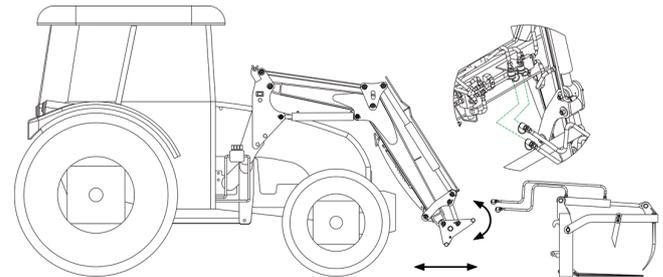

Abb. 17. Montage des Werkzeugs, das keinen Anschluss an die Hydraulikanlage des Laders verlangt.
- an das Werkzeug (1) herantfahren, das auf dem flachen, nivellierten und gehärteten Boden gestellt ist.
- den Lader so absenken, dass der Kopplungsrahmen (2) unter den Haken Gerätekopplung (1) steht,
- den Kopplungsrahmen (2) nach unten absenken,
- Haken des Gerätes (1) in die Gleitscheinen des Kopplungsrahmens (2) einführen,
- hydraulische Leitungen des Gerätes an das System der Hydraulik des Hydraulikzylinders anschließen, wie auf der Abb. 17.